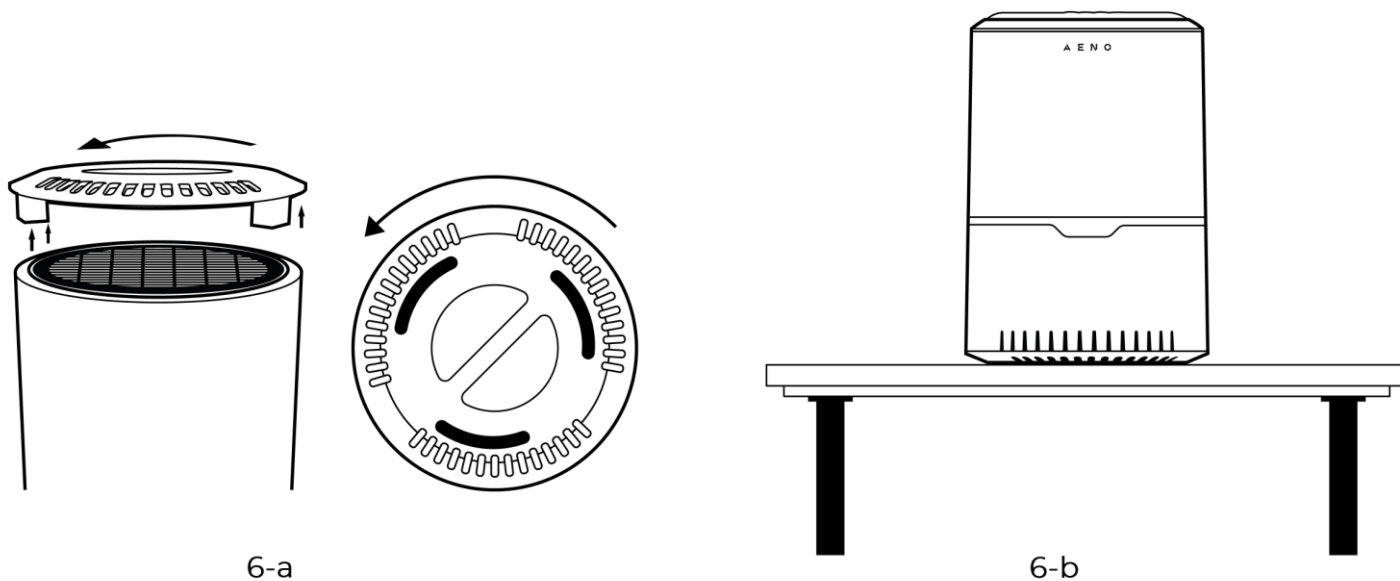

Рисунок 6 – Распаковка и установка
- Откройте нижнюю крышку устройства (см. рисунок 6-a) и убедитесь в отсутствии пластиковой упаковки фильтра. Если пластиковая упаковка имеется, извлеките фильтр из устройства, удалите упаковку и поместите фильтр обратно в прибор. Закройте крышку устройства.
- Установите устройство в выбранном месте на ровной устойчивой горизонтальной поверхности (см. рисунок 6-b).